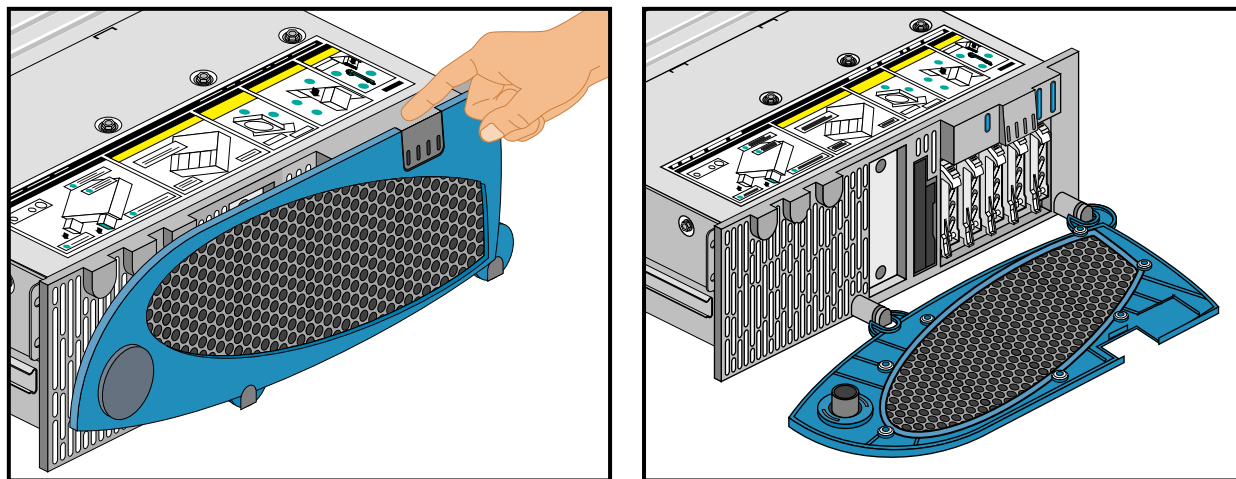

図4-2 フロントベゼルドアを開く
1. ベゼルのラッチを押してフロントベゼルドアの上縁を手前に引くことによって、フロントベゼルドアを開きます。図4-2にこの手順を図解します。
1. ベゼルのラッチを押してフロントベゼルドアの上縁を手前に引くことによって、フロントベゼルドアを開きます。図 4-2 にこの手順を図解します。96 ページの図 4-2 にこの手順を図解してあります。